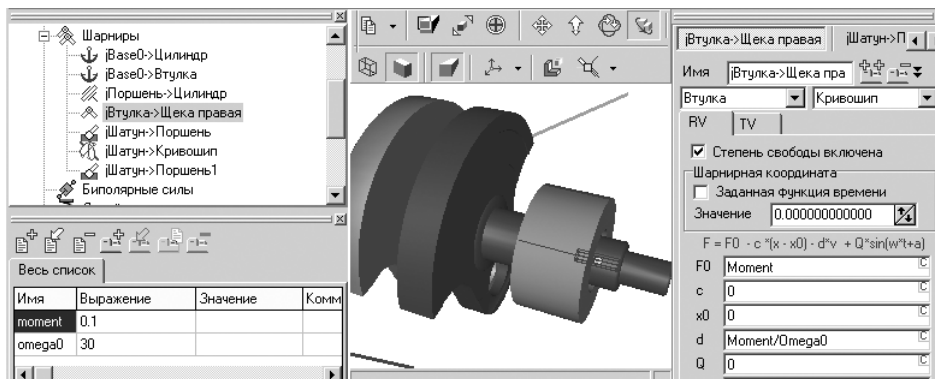

Рис. 2.66. Фрагмент главного окна системы **Универсальный механизм** после установки параметров объекта моделирования
- задайте в таблице параметров значения двух параметров: F0 – постоянный момент (идентификатор Moment, численное значение 0,1 Нм) и коэффициент сопротивления d (выражение Moment/Omega0, значение идентификатора Omega0 задайте 30 рад/с). Возможное состояние системы **Универсальный механизм Express** показано на рис. 2.66.